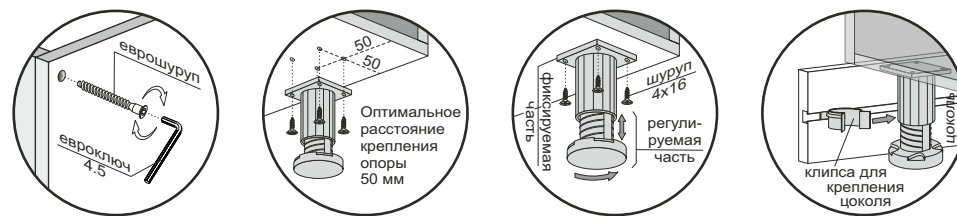

Рис.1
2. Шурупами 4x16 прикрутить опоры к крыше (4). *Оптимальное расстояние для крепления опоры 50 мм от каждого края до первого отверстия (рис.1).*
3. Соединить боковины (1,2), стяжки (3,4) и планку (9) еврошурупами (рис.1).
4. Шурупами 4x30 стянуть планку (5) с боковиной (2), планки (9) со стяжкой (3) и между собой (рис.1). Вид деталей сверху представлен на рис.1.1.
5. Установить короб секции на постоянное место и отрегулировать мебельные опоры. Соединить боковины (1) с рядом стоящими секциями межсекционными стяжками, предварительно просверлив отверстия Ø5.
6. Установить столешницу на секции (*расстояние от края столешницы до боковин 32 мм*) и прикрепить к боковинам (1) уголками 20x20 и шурупами 4x16 (рис.1).
7. Навесить створку (8), используя петли и шурупы 4x16 (рис.1). При необходимости отрегулировать петли. **Монтировать и регулировать створки после окончательной сборки всех коробов кухни!**
8. В зависимости от расположения створки (8) (правая или левая), досверлить необходимые отверстия Ø5, плотно прижав лицевую часть створки к твердой поверхности, и прикрутить ручку соответствующими по длине шурупами/винтами. Оставшиеся технические отверстия заглушить мебельными заглушками D-5 (рис.1).
9. Монтировать цоколь (6,7): вставить пластмассовые клипсы в цоколь (6), по краям цоколя (6,7) установить соответствующий профиль и закрепить клипсы на кухонных опорах (рис.1).